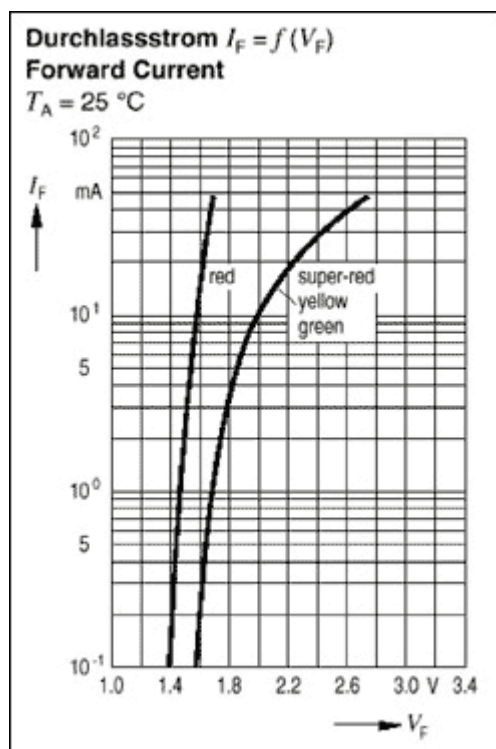
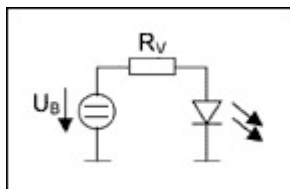

图 1. 标准红光、绿光和黄光 LED 具有 1.4V 至 2.6V 的正向导通电压范围。当正向电流低于
图 2. 串联电阻和稳压源提供了简单的 LED 驱动方式。
对于 5mm 直径的标准 LED，图 1 给出了其正向导通电压(V_F)与正向电流(I_F)的函数曲线注意 LED 的正向压降随着正向电流的增大而增加。假定工作于 10mA 正向电流的绿光 LED 应该有 5V 的恒定工作电压，那么串接电阻 R_V 等于 $(5V - V_F, 10mA) / 10mA = 300 \Omega$ 。如数据表中所给出的典型工作条件下的曲线图(图 2)所示，其正向导通电压为 2V。
- 正向电流高至大约 10mA 时，正向电压变化很小。红光 LED 的变化量大约为 200mV，其它色彩大约为 400mV (如图 1 所示)。